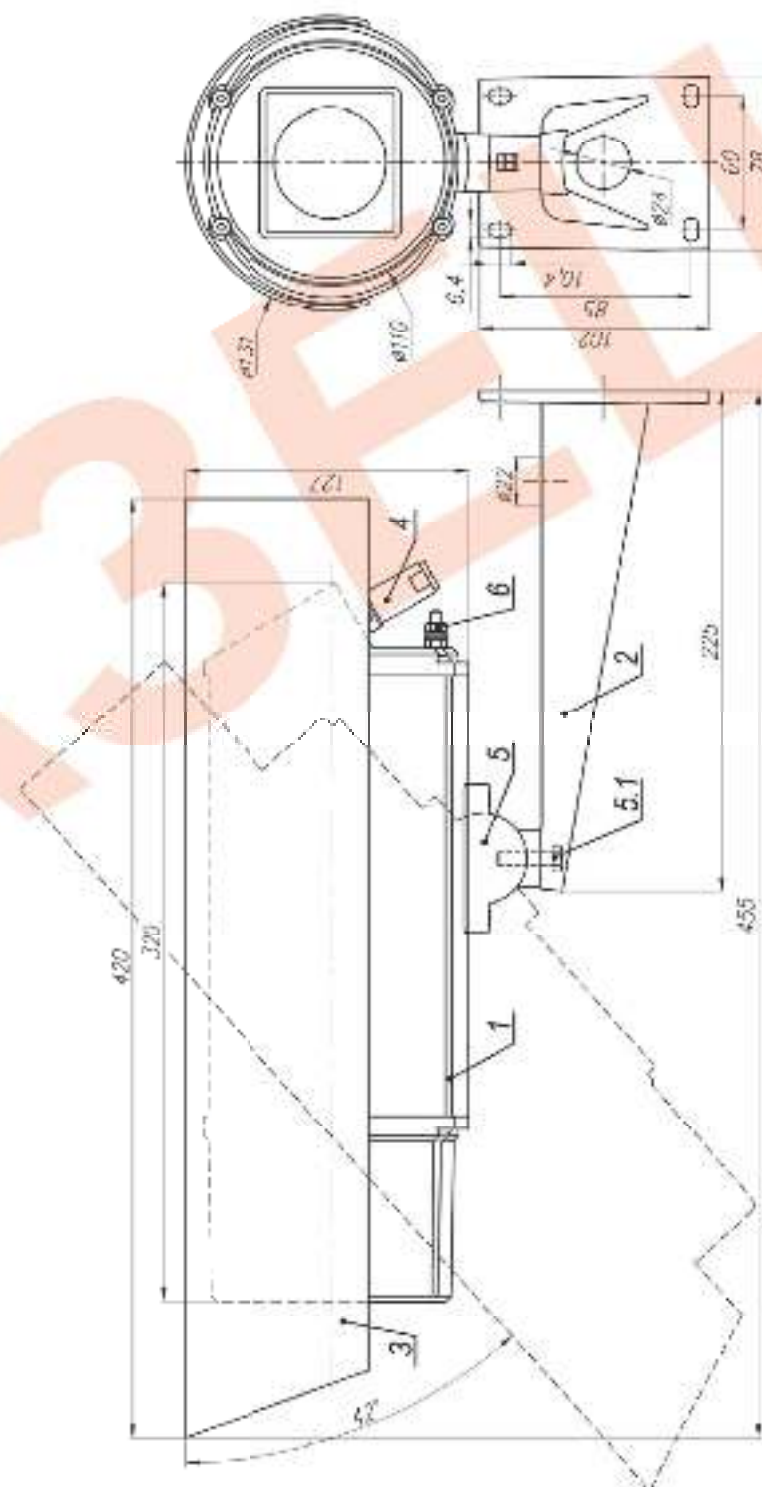

Рис.1 Габаритные и установочные размеры ТВК-93 IP
3. Ослабив болт фиксации шарнира (поз.5.1 рис.1), установить гермобокс на нужное направление обзора, после чего надёжно зафиксировать шарнир затянув болт.
4. Заземлить гермобокс с помощью болта заземления (поз.6 рис.1).
Состав изделия: (см. рис.1)